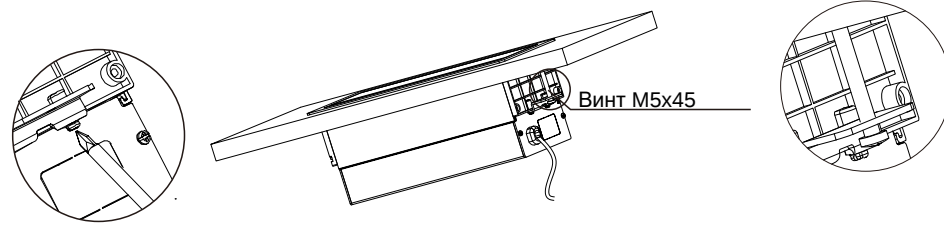

Рис.2
2. Вверните четыре винта с крестообразной головкой M5x45 в соответствующие отверстия в монтажном кронштейне до тех пор, пока винты не закрутятся. доберитесь до нижней части стола, затем затяните винты, чтобы убедиться в герметичности установки изделия (рис. 2).